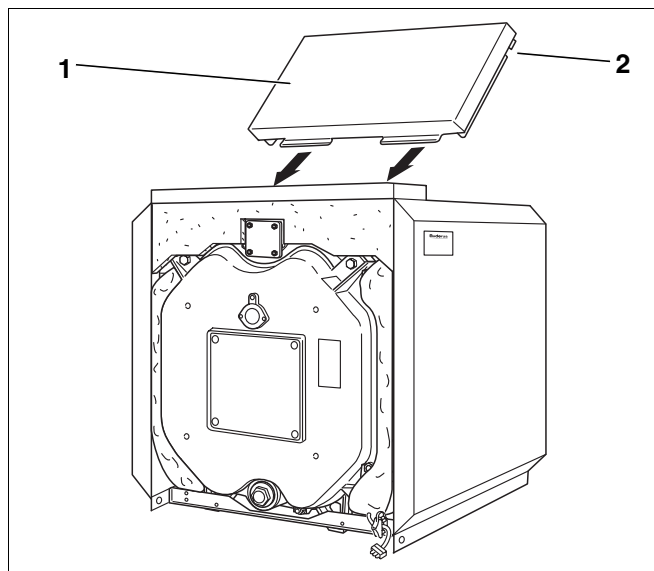

Fig. 37 Montasje – bakre topplate
- Legg topplaten bak (fig. 37, **pos. 1**) mellom sideveggene på en slik måte at innsnittet (fig. 37, **pos. 2**) griper over traversen.